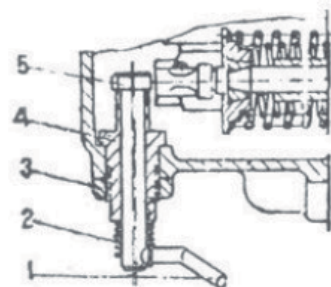

Fig. 13
2. Girar a bucha excêntrica através de um ângulo para fazer o ajuste. Girar no sentido horário se a descompressão for muito baixa, girar no sentido anti-horário se a descompressão for muito alta. (Fig.13).